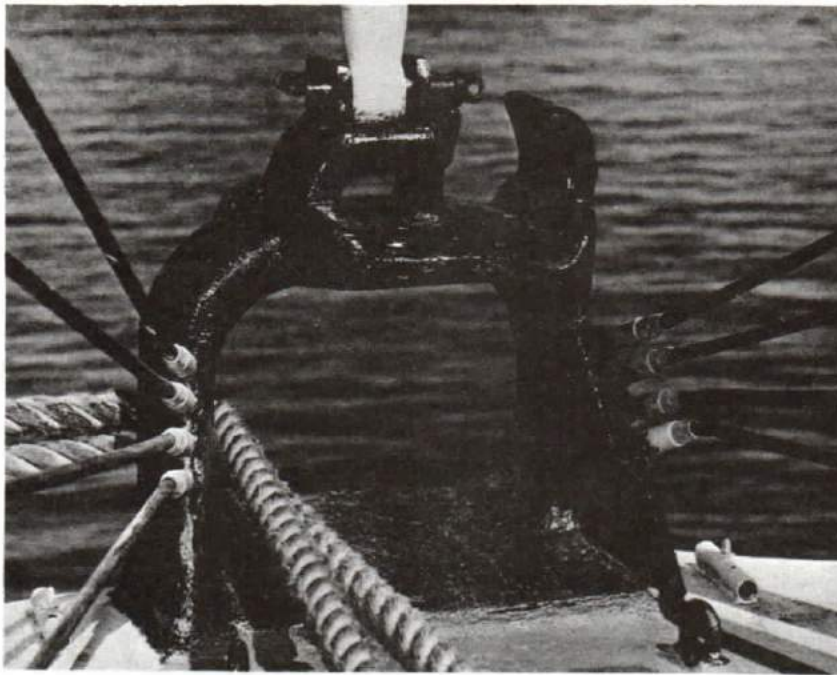

Figure 11-52
4. The towing hawser should be faked down on the starboard side of the fo'c's'le so that the towing eye and fitted shackle is led to the bull ring, see Figure 11-52, and the outboard end of the hawser will pay out from centre line to starboard side.
4. La remorque doit être lovée sur le côté tribord du gaillard avant de manière que l'oeil de la remorque et la manille soient passés par le chaumard (voir la figure 11-52) et que la partie hors-bord de la remorque se dévide à partir du centre sur tribord.
7. The port cable should be broken and the outboard end secured to the towing hawser with a "Baldt" shackle. Sufficient cable should be ranged to allow the inboard end of the towing hawser to reach the bull ring, see Figure 11-52, when the weight comes on the cable.
7. La chaîne bâbord sera démaillée et l'extrémité extérieure maillée à la remorque avec un maillon Baldt. Il faut prévoir une longueur suffisante de chaîne pour permettre à l'extrémité de la remorque à bord d'atteindre le chaumard (voir la figure 11-52) lorsque l'effort s'exercera sur la chaîne.